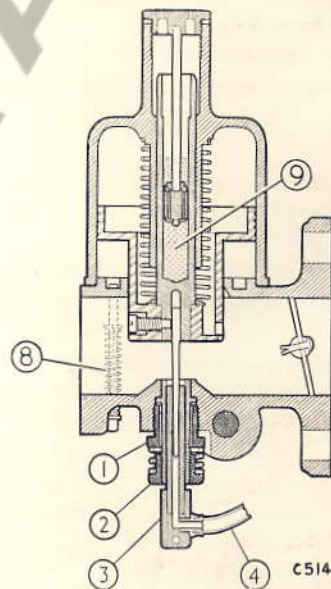

Fig. 69
## 4. Centratura del getto (Fig. 69)
3. Allentare la vite di fissaggio del getto (1, Fig. 69) in modo che la boccola possa ruotare liberamente.